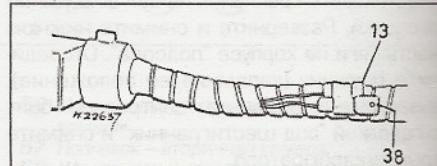

Рис. 4.8 Увеличение холостых оборотов – соедините выводы 13 и 38
2. Перемкните между собой два свободных вывода на косе проводки (рис. 4.8), таким образом, вывод 13 БЭУ на вывод. Обороты увеличатся на 100 мин⁻¹.